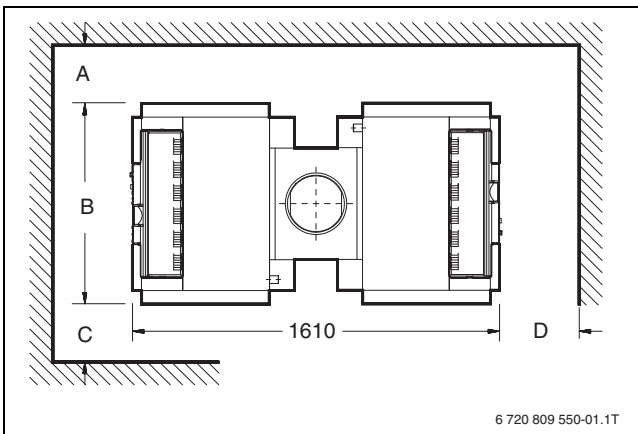

Рис. 6 Расстояния от стен для сдвоенного котла
- Учитывайте рекомендуемые расстояния от стен (→ рис. 6 и таблица 23).